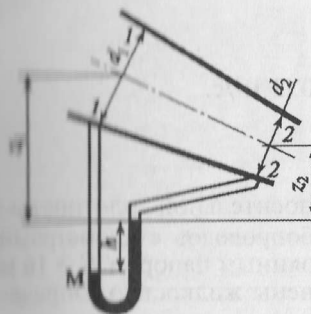

Рис. 5.6
**Задача 5.6.** Расходомер Вентури расположен в наклонном трубопроводе с диаметрами  $d_1 = 0,25$  м,  $d_2 = 0,1$  м (рис. 5.6). В двух сечениях ртутным манометром производится замер разности давлений. Зная разницу давлений  $h = 0,1$  м ртутного столба, определить расход воды ( $\rho_{\text{рт}} = 13\,600$  кг/м3).